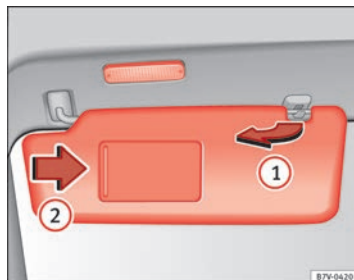

Fig. 63 Aletta parasole ►
- L'aletta parasole può essere staccata dal supporto e orientata verso la porta → fig. 63 ①.